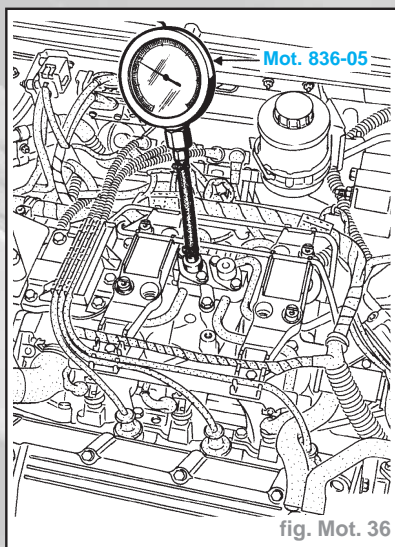

fig. Mot. 36
- Les mesures peuvent être faites moteur arrêté en shuntant les bornes (3) et (5) (gros fils) du relais de pompe à carburant situé dans la boîte de protection du calculateur.
- L'amortisseur de pulsation et reposer en lieu et place l'outil du **Mot. 1311** muni de son joint torique (fig. Mot. 36).